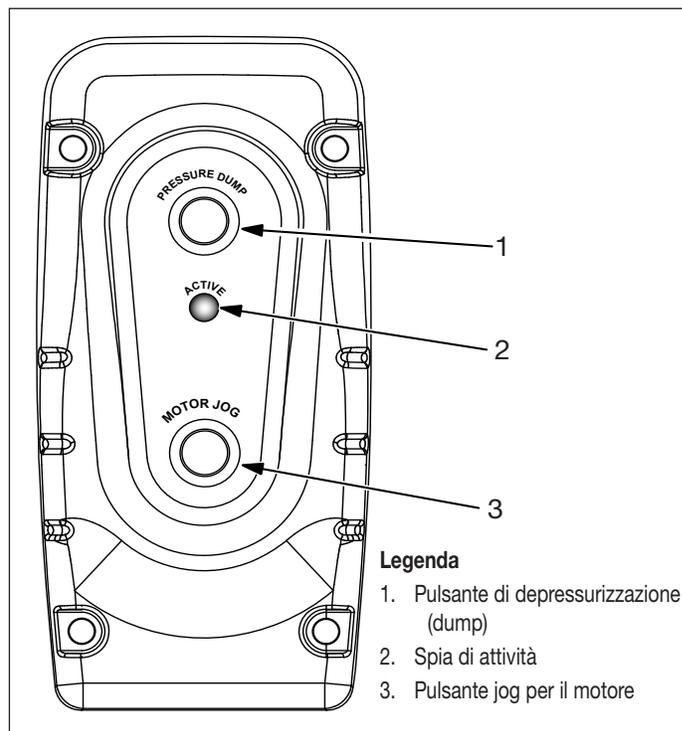

Figura 3, Pulsantiera
Fare riferimento alla figura 3.
2. Premere il pulsante dump per rilasciare la pressione. Fare riferimento alla figura 3.
3. Accertarsi che il manometro indichi zero (0) bar/psi.
Mettere in funzione la pompa come descritto nei seguenti passi. I comandi della pulsantiera sono rappresentati nella figura 3.